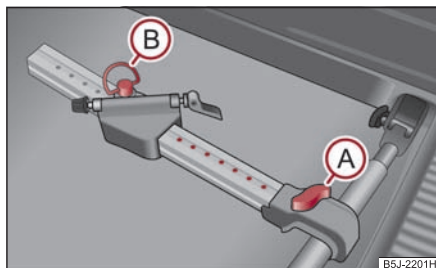

Fig. 90 Montarea suportului pentru bicicletă
- Așezați suportul pentru bicicletă autorizat pe suportul transversal, ridicați șurubul (A) și împingeți suportul longitudinal (aluminiu) înspre suportul transversal și rotiți șurubul (A) în piuliță ⇒ fig. 90.
- Desfaceți și scoateți șurubul (B) de pe partea mobilă a suportului pentru bicicletă, apoi fixați partea mobilă a suportului, în funcție de mărimea bicicletei, în una dintre cele trei poziții posibile.
- Introduceți șurubul (B) în poziția dorită și strângeți-l. ■